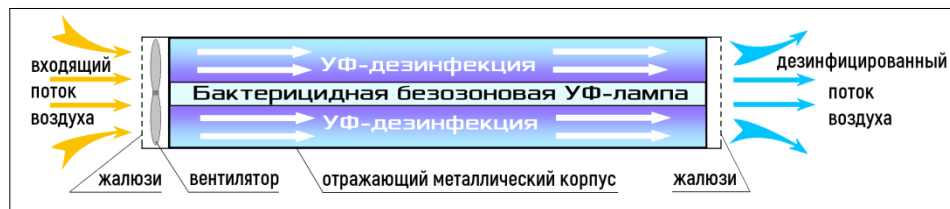

Рисунок 1. **Схема обеззараживания воздуха в облучателе.**
2.7. Процесс обеззараживания воздуха происходит внутри корпуса прибора (см. рис.1).